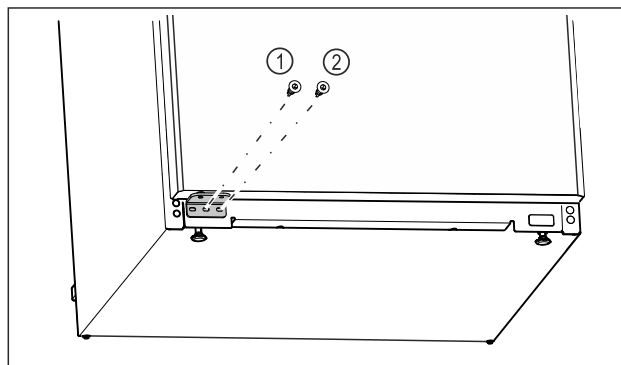

Fig. 25
- Stringere la vite centrale del blocco di supporto Fig. 25 (1) con un cacciavite Torx 20.
- Stringere la vite interna del blocco di supporto Fig. 25 (2) con un cacciavite Torx 20.